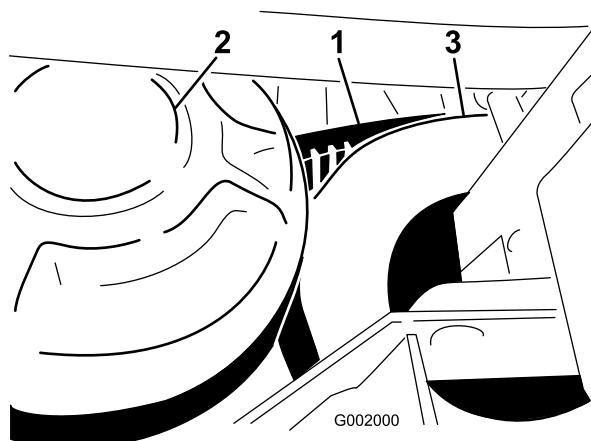

Figura 59
1. Girate la cinghia e fatela passare sulla frizione secondaria (Figura 59).